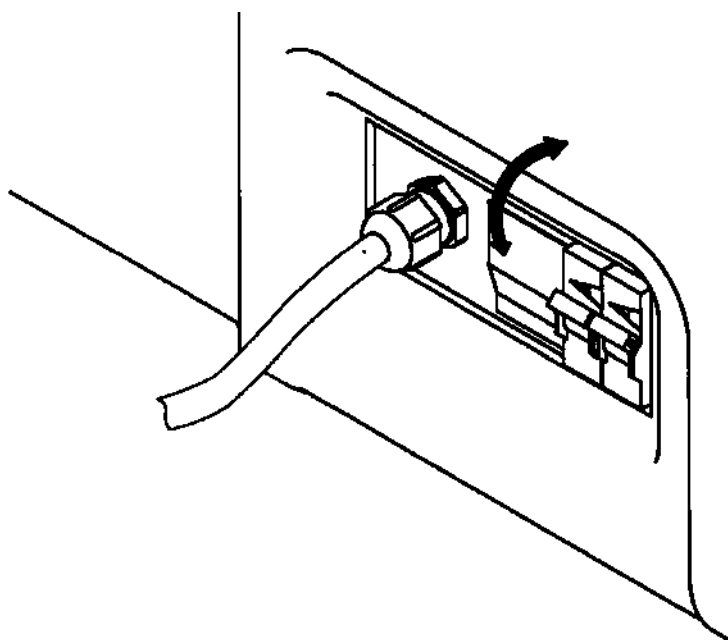

Рисунок 25 - Замена плавких вставок
- откройте крышку держателя плавких вставок (см. Рисунок 25 - Замена плавких вставок), осуществите замену плавких вставок на новые, закройте крышку держателя.